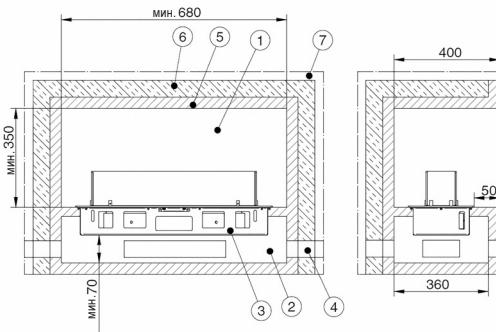

Рис. 28 Минимальные размеры топочной камеры
- В качестве изоляционных материалов используются маты, плиты или оболочки из силикатных изоляционных материалов (камень, шлак, керамические волокна) класса стройматериалов A1 в соответствии со стандартом DIN 4102, часть 1, с максимальной температурой не менее 700°C при испытании по DIN 52271 и с номинальной объемной массой 80 кг/м³. Они должны иметь соответствующий показатель теплоизоляции по AGI-Q 132 (указанный толщина теплоизоляции (рис. 28) соответствует минеральной вате по AGI Q 132).